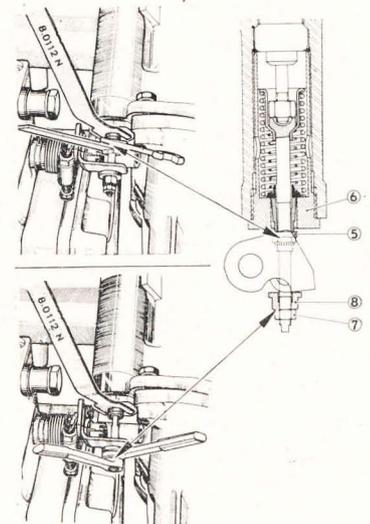

Fig. 82. — Réglage de la soupape d'air et réglage de l'enrichisseur.
Maintenir la tige de traction à l'aide de la clé 8.0112 P (fig. 82).
Débloquer le contre-écrou (7) (voir figure 82).